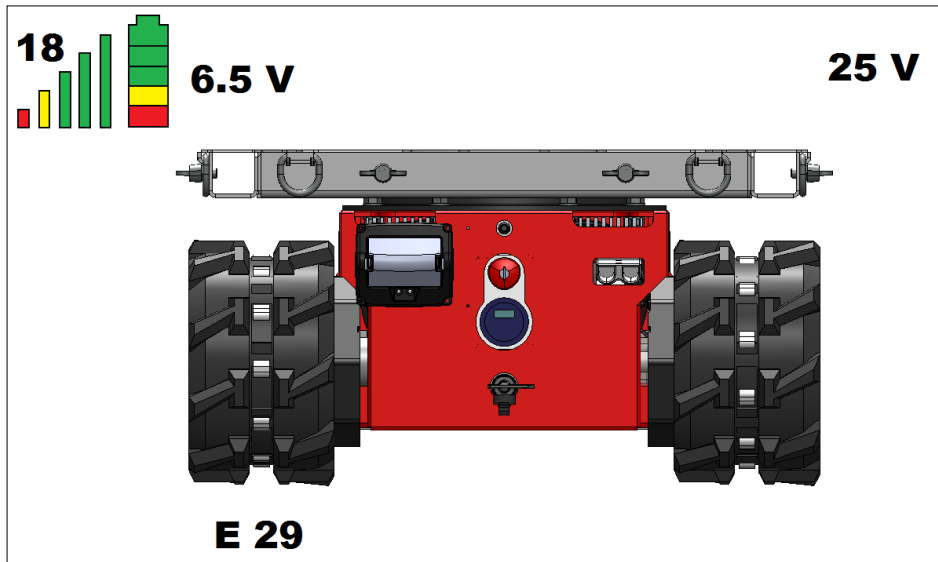

Figure 18
- En haut à gauche apparaît la fréquence d'émission. (Voir Figure 18) est ici en position 18.
- La puissance du signal est indiquée par 5 barres droites. Lorsque la puissance est bonne, elle apparaît comme sur la (Figure 18). Lorsque le signal faiblit, les barres vertes disparaissent d'abord, et ensuite les jaunes et les rouges.
- Le faible niveau de batterie apparaît dans le symbole de batterie dans l'angle supérieur gauche de l'écran. Lorsque la batterie est totalement chargée, 3 carrés verts, 1 jaune et 1 rouge s'affichent comme sur la (Figure 18). Lorsque la charge n'est pas pleine, certains carrés disparaissent.
- La tension est affichée en volts. Dans la (Figure 18), elle est de 6,5V.
- En haut à droite figure le voltage du paquet batterie de l'entraînement de roulage du Chariot Transporteur, dans la (Figure 18) il s'agit de 25V.
- Au milieu de l'image figure une illustration de l'arrière du Chariot Transporteur (Figure 18).
- Sous le track gauche et droit dans l'image peut figurer un code d'erreur. Dans la (Figure 18) figure sous le track gauche, le code d'erreur E29. Vous trouverez l'explication des codes d'erreur au paragraphe 7.8.